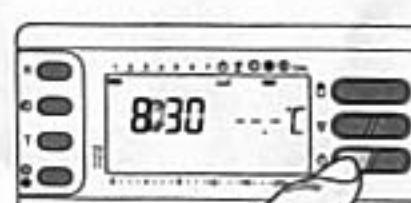

Fig. 68
**13.4** - Premere due volte il pulsante **C** (fig. 68).